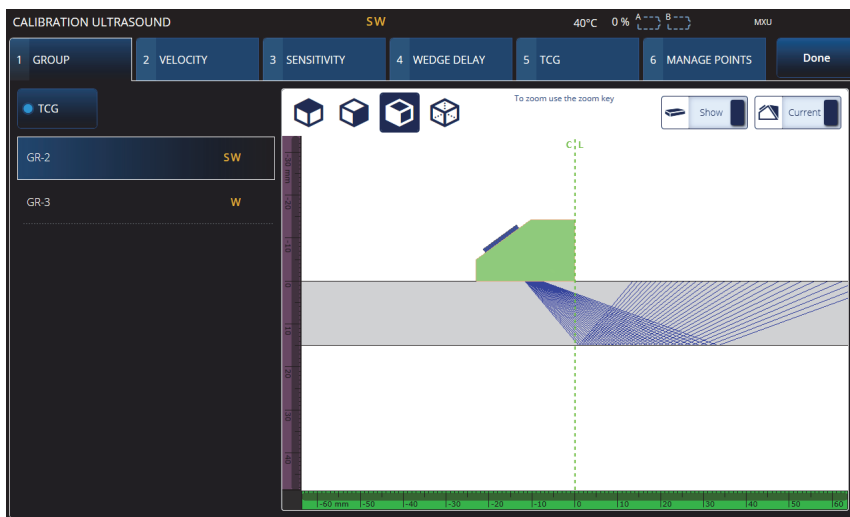

Figura 4-1 Calibration > Group
1. Selezionare  >  **Plan & Calibrate** > **Calibration Tools** (strumenti di taratura) per accedere alla procedura guidata **PA** o **UT** o **TFM Calibration** (taratura PA o UT) [Figura 4-1 a pagina 176]. Riferirsi alla sezione "Taratura TOFD" a pagina 196 eseguire una taratura TOFD. Come nel caso della procedura guidata Scan Plan (piano di scansione), il flusso di lavoro della procedura guidata della taratura è separato in diverse schede o sezioni (per diversi tipi di taratura).
2. Nella scheda **Group** (gruppo) [Figura 4-1 a pagina 176], selezionare il gruppo che si vuole tarare. Per un gruppo UT, selezionare inoltre il metodo di misura da tarare: **TCG**, **DAC** o **DGS**.